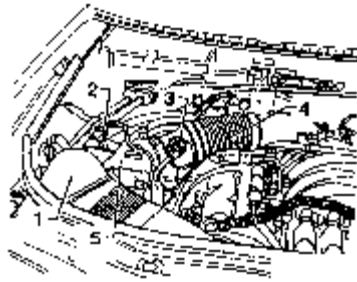

图 8-33 拆卸附件
- (3) 如图 8-33 所示，拆下空滤器护板，拆下空滤器和保险杠之间的空气管 1。
- (4) 分开阀上 AKF 插头，从支架上拆下阀，拔下空气流量计上的插头 3，拆下进气软管 4，拆下空滤器上体 5（图 8-33 所示）。
- (5) 拆下冷却系统冷却液罐并放在一边。
- (6) 拆下排气管上的 λ 传感器。拆下排气管上左右两个上部的固定螺母。
- (7) 拆下所有从上面可以拆下来的发动机和变速箱连接螺栓。